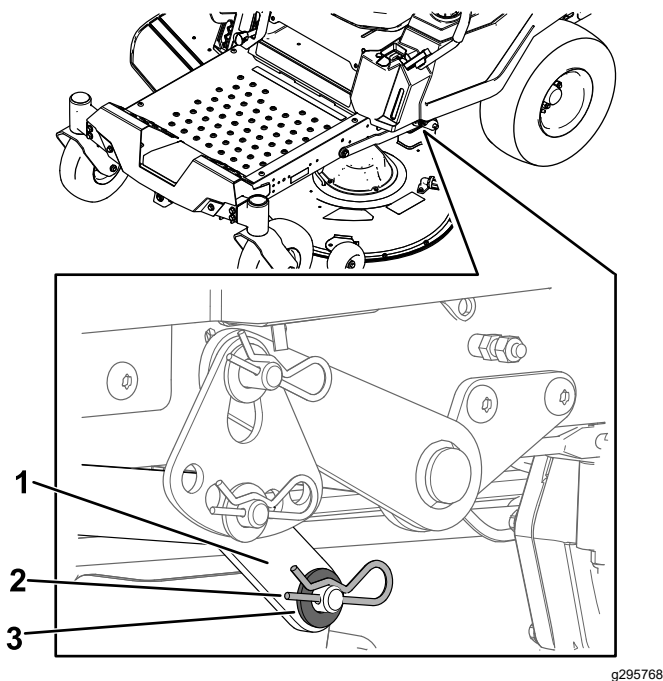

Figura 73
6. Pe o parte a mainii, îndepărtați aiba i tiftul în formă de agrafă de la tiftul punii (Figura 73).
- Îndepărtați brațul de ridicare de la tiftul punii (Figura 73).
- Pe o latură a mainii, ridicați partea din spate a punii mainii de tuns iarba și montați brațul de ridicare la tiftul punii (Figura 73).
- Montați brațul de ridicare utilizând șaibă și tiftul în formă de agrafă (Figura 73).